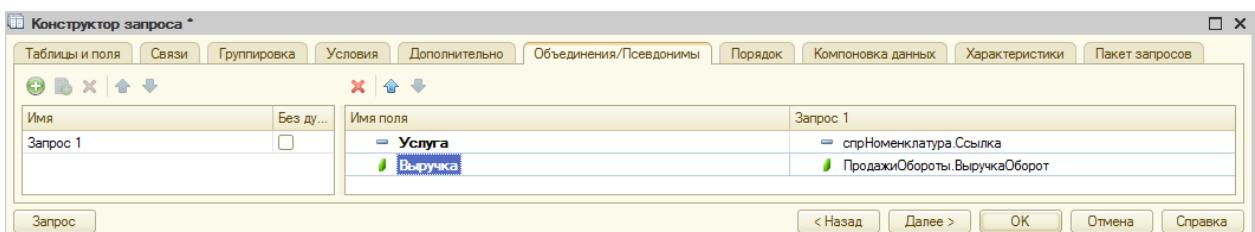

Рисунок 72 Вкладка Объединение/Псевдонимы
9. На вкладке **Объединение/Псевдонимы** Ссылка будет иметь псевдоним *Услуга*, а поле регистра – *Выручка* (рис. 72):